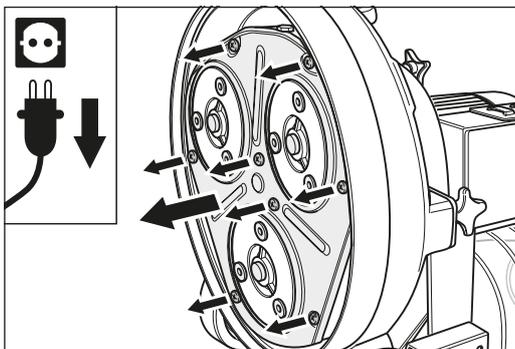

Fig. 36 A continuación se quitan los ocho tornillos y la chapa cobertora.
- 6 Quite los ocho tornillos que sujetan la chapa cobertora y quite esta chapa (Fig. 36). Aprovechando esta ocasión, revise si se tiene que renovar el fieltro obturador en la cara interna de la chapa cobertora (véase el párrafo 7.6, Cambio del fieltro obturador de la cubierta del alojamiento de discos lijadores).